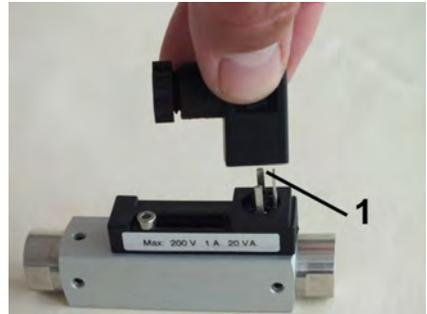

Abb. 54: Steckerdose abziehen
2. ➤ Steckerdose mit dazugehöriger Dichtung (Abb. 54/1) nach oben abziehen